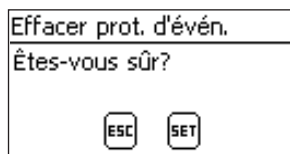

Fig. 16 La fenêtre de dialogue Supprimer compte rendu d'événements
1. Appuyez sur la touche « *SET* ». La Fig. 16 apparaît à l'écran.